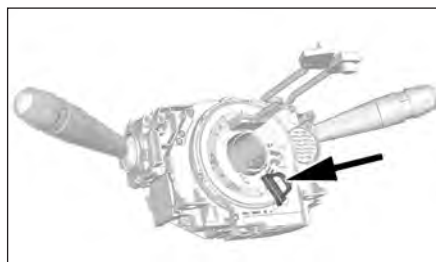

FIG.5
- Déposer l'agrafe de maintien du contacteur tournant du module de commande sous volant si celui-ci est neuf (Fig.5).